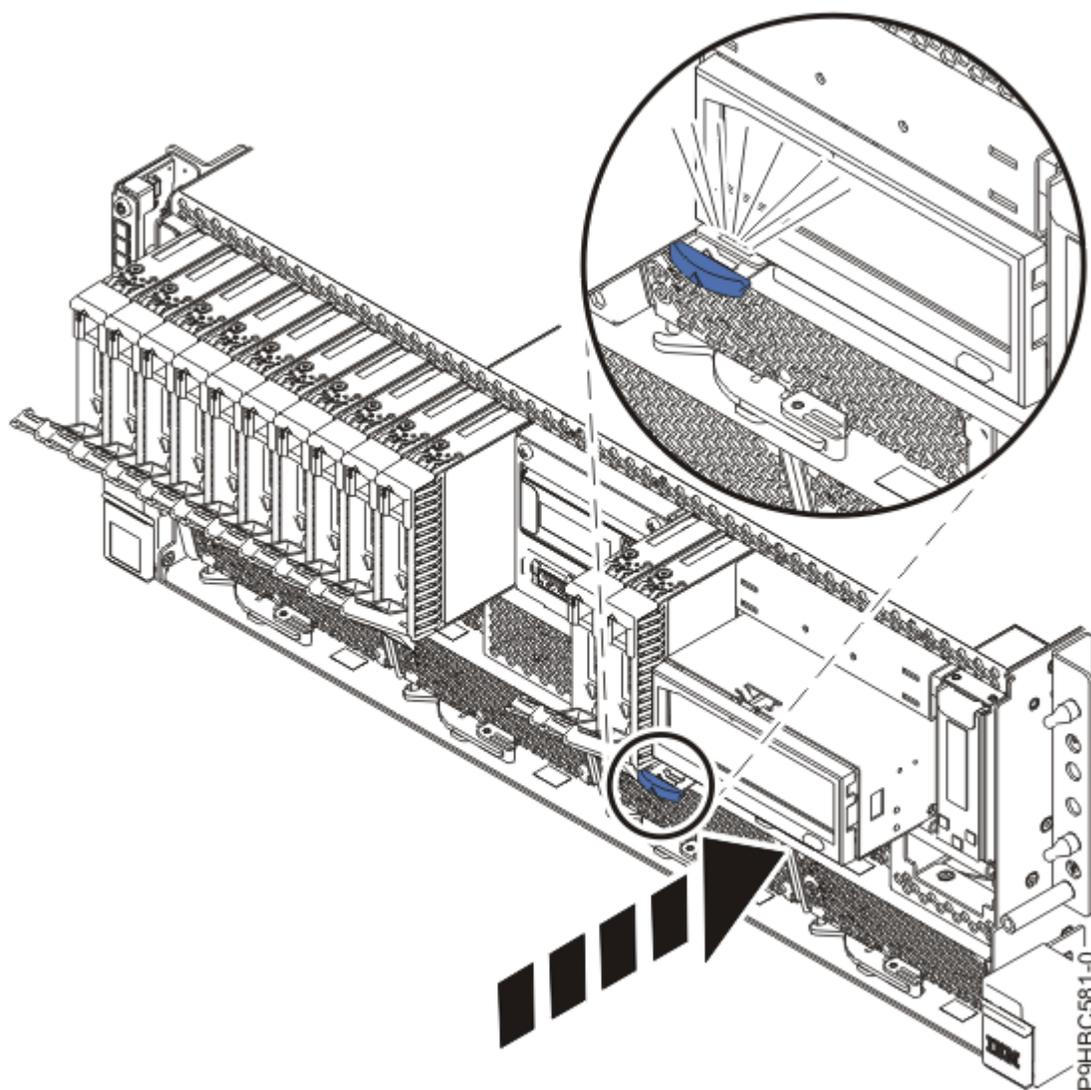

Figura 127. Substituir a base de acoplamento RDX
7. Se o servidor tiver uma base de acoplamento RDX, empurre a base de acoplamento RDX para o sistema até que se encaixe no sítio conforme apresentado em Figura 127 na página 134.